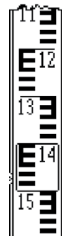

Рисунок 2
- Снимите защитный колпачок объектива (12). Наведите прибор на яркий объект или держите белый лист бумаги перед объективом (7), затем поверните кольцо фокусировки объектива (13) так, чтобы темное перекрестие было четко видно.
- Наведите нивелир на измерительную рейку. При необходимости используйте оптический прицел (6) для удобства.
- Поверните ручку фокусировки (5) так, чтобы четко видеть разметку измерительной рейки (рис. 2).
- Выровняйте перекрестие точно по центру измерительной рейки, вращая ручку горизонтальной фокусировки (8).